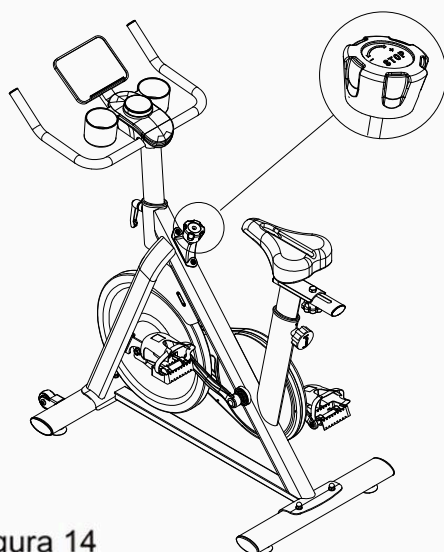

Figura 14
14. Gire la manija de ajuste en el sentido horario o antihorario para ajustar la resistencia hacia arriba o hacia abajo. Presione la manija para activar la función de freno de emergencia, como se muestra en la Figura 14.